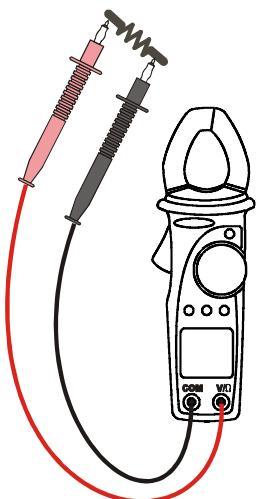

Fig. 8: medidas de resistencia y continuidad
3. Posicione las puntas de prueba en el punto deseado del circuito en examen (vea Fig. 8), el valor de la resistencia será visualizada.